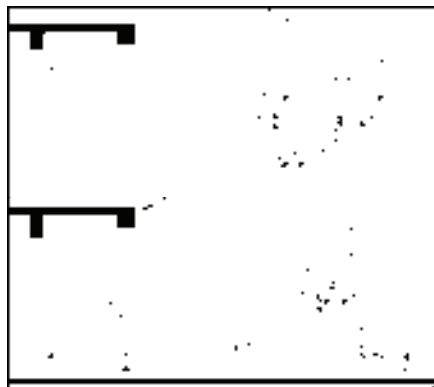

图 14-167 绘制结果
15) 编辑楼梯。调用“移动”命令, 向下移动剖面楼梯图形; 调用“直线”命令、“修剪”命令, 编辑剖面楼梯和休息台楼板、剖断梁, 结果如图 14-167 所示。